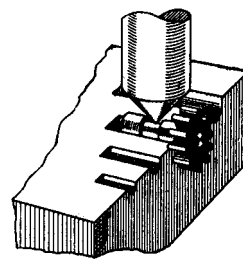

Bild 6
c) Der Kniff kann auch mit einem Körner, oder noch besser mit einem breiten Meißelpunzen hergestellt werden. Das Rohr wird dazu auf einen Messingamboß gelegt, der mit halb aufgefeilten verschieden großen Bohrungen versehen ist (Bild 6), die in der waagerechten Ebene des Ambosses liegen. Der Meißelpunzen liegt auf, wenn die Knifftiefe erreicht ist. (Er wird sich sehr wahrscheinlich in das Messing eingraben! D. R.)